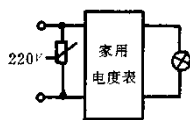

图 2-14 民用电器防雷保护电路
(5)民用电器防雷保护电路:雷击电涌常使得民用电器遭到损坏和加速老化。为此,可对电表、漏电开关、电视机等采用压敏电阻保护。其方式见图 2-14。